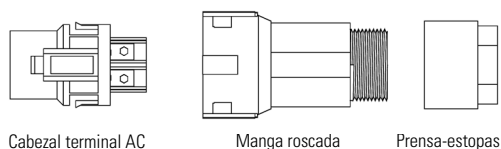

Fig. 26. Conector AC.
- Extraer el conector de AC de la bolsa de accesorios y desmóntelo, siguiendo los pasos marcados en la Fig. 26: